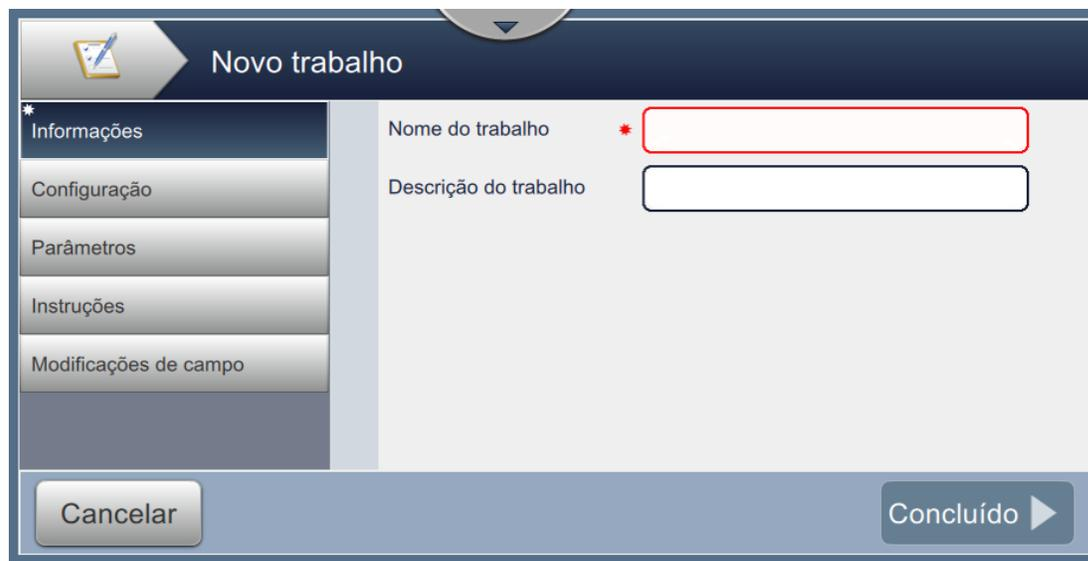

Figura 5-2: Tela Informações
2. Toque no botão  para criar um novo trabalho. A tela Configurações de trabalho é aberta, como mostra a Figura 5-2.
A tela Informações (Figura 5-2 na página 5-2) permite que o usuário faça o seguinte: